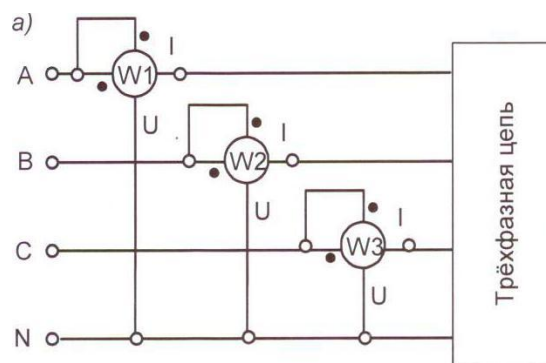

Рис. 8.2. Схема измерения активной мощности
5.3. Подключая ваттметр сначала в фазу A, затем в фазу B и в фазу C, измерьте мощности трёх фаз (рис. 8.2) и вычислите суммарную мощность. Результаты также занесите в таблицу 8.1.